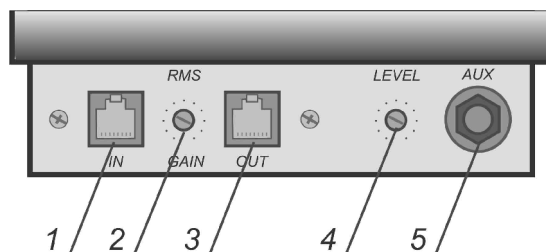

Рисунок 22
9.12 Размещение разъемов и гнезд на задней панели пульта микрофонного удаленного и их назначение приведено на рис. 22